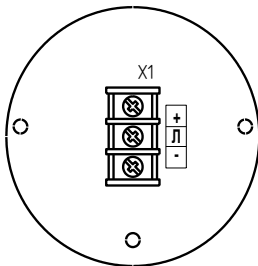

Рисунок 4 – Плата питания
2.3.2 Для соединения сигнализатора предназначены винтовые клеммные зажимы, маркированные «+» – плюс питания, «Л» – линия, «-» – минус/общий провод питания (рисунок 4), расположенные на плате внутри корпуса.